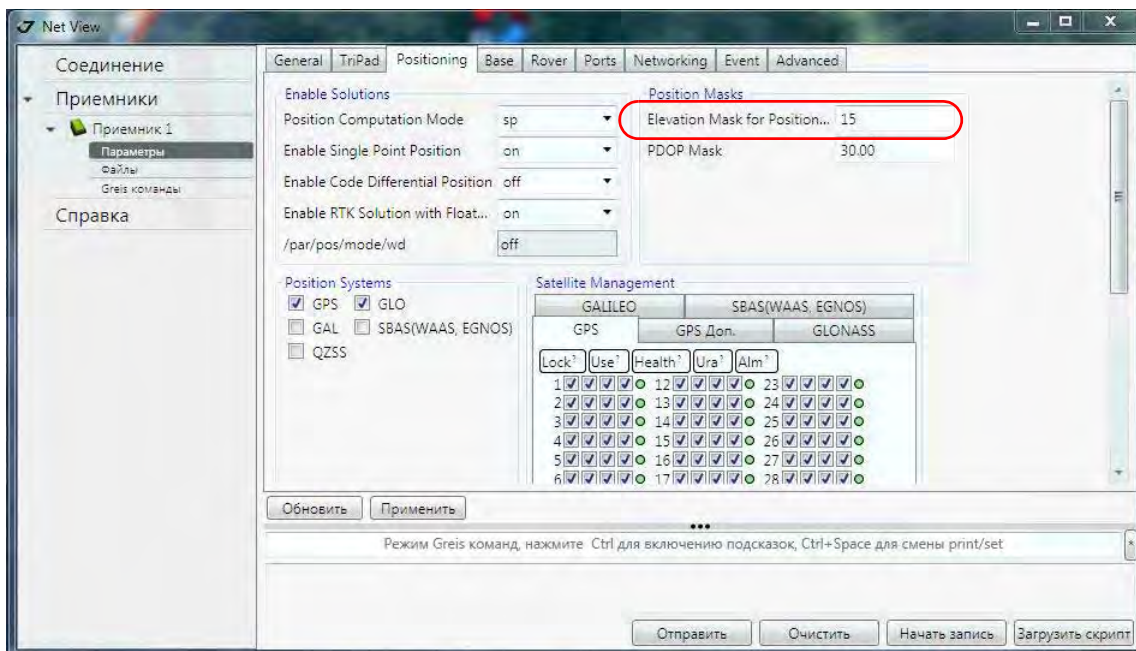

Рисунок 18. Настройки приемника – Elevation Mask
5. Перейдите в закладку *Positioning* и установите угол возвышения (Elevation mask) 15 (Рис. 18).